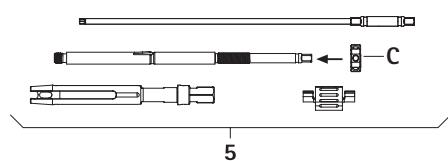

Fig. 11
- ▶ Introduzir a porca tensora C no tubo interno, ver Fig. 11.